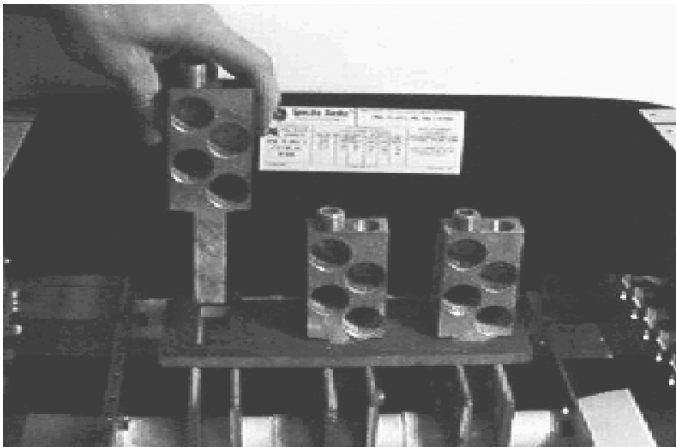

Figure 1. Queue de cosse insérée dans le support.
- Orienter la base de la cosse** avec les câbles de cosse faisant face au fond de la boîte marqué LINE. S'il s'agit des numéros de catalogues AMB2120MA, AMB3120MA, AMB2120MC, AMB3120MC, AMB2120DMC, AMB3120DMC, AMB2120DMA, et AMB3120DMA, alimenter les queues de cosses à travers les supports, tel qu'indiqué à la Figure 1. Les numéros de catalogues AMB2600MA, AMB3600MA, AMB2600MC, et AMB3600MC ne contiennent pas ce support.